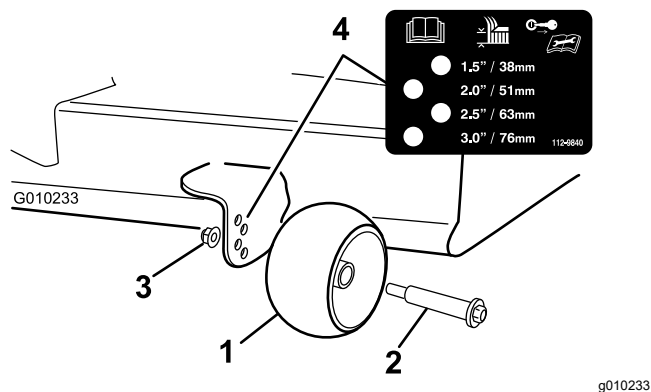

Figura 30
3. Reglai rolele anti-scalp (Figura 30) pentru a se conforma celei mai apropiate poziții a înălțimii de tăiere.